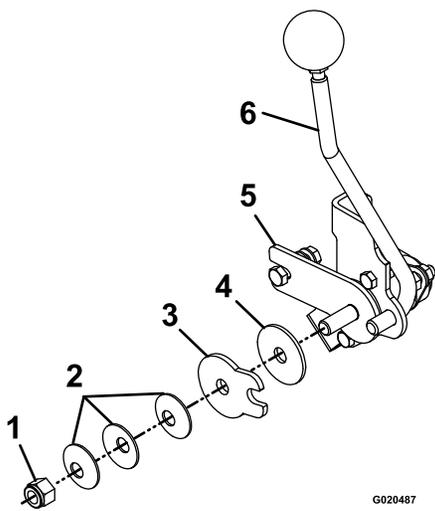

Figura 65
3. Regolate il dado orientabile situato all'estremità dell'albero di comando del movimento davanti alla consolle di destra (Figura 65).